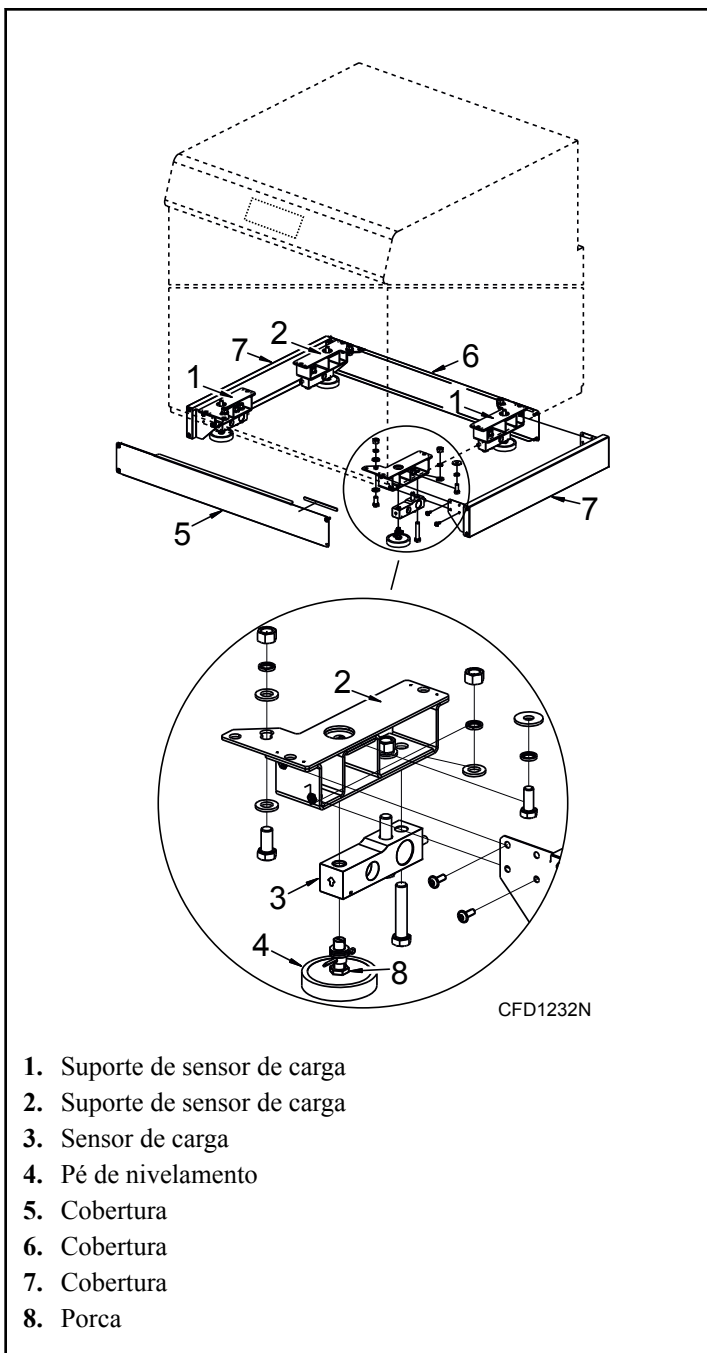

Figura 19
2. Instale os dois suportes de sensor de carga esquerdos e os dois suportes de sensor de carga direitos na estrutura da máquina. Consulte *Figura 19*.
11. Instale as proteções. Consulte *Figura 19*.